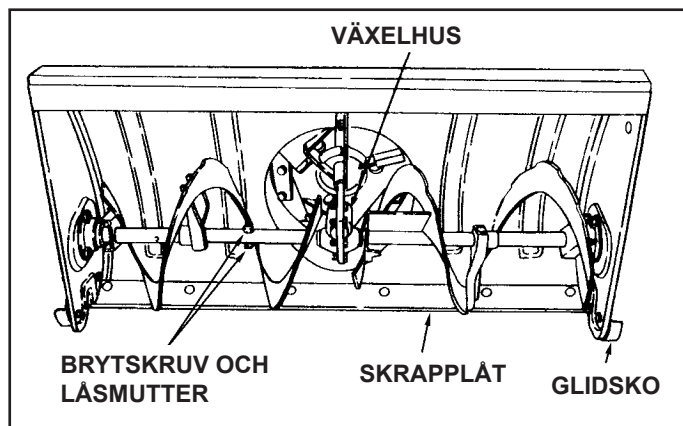

BILD 60
- Om skovlarna inte går runt, kontrollera om brytskruvarna har brutits av. Se bild 60. Två extra brytskruvar med nylockmuttrar medföljer snöslungan. Beställ nya brytskruvar, art.nr 710-0890A och muttrar, art.nr 47810 för framtida behov.